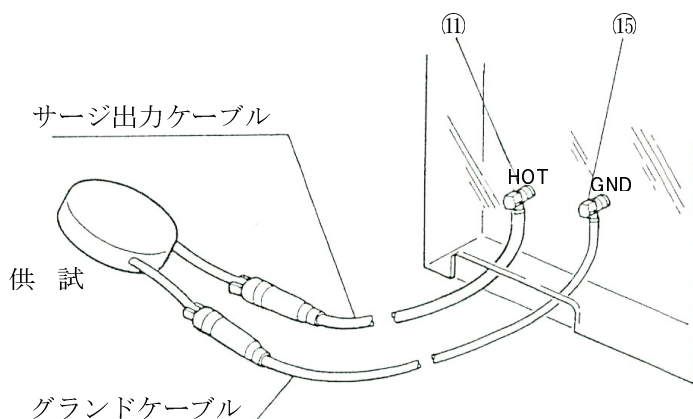

図 12
3. 供試体と HOT 端子⑪、GND 端子⑫を添付品のサージ出力ケーブルとグラウンドケーブルにて図 12 のように接続します。